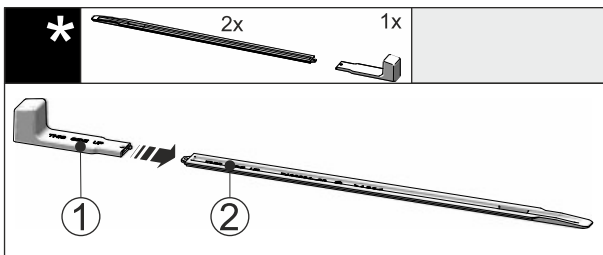

Fig. 54
- ▶ Вставьте монтажную ручку Fig. 54 (1) в выравнивающую рейку Fig. 54 (2).